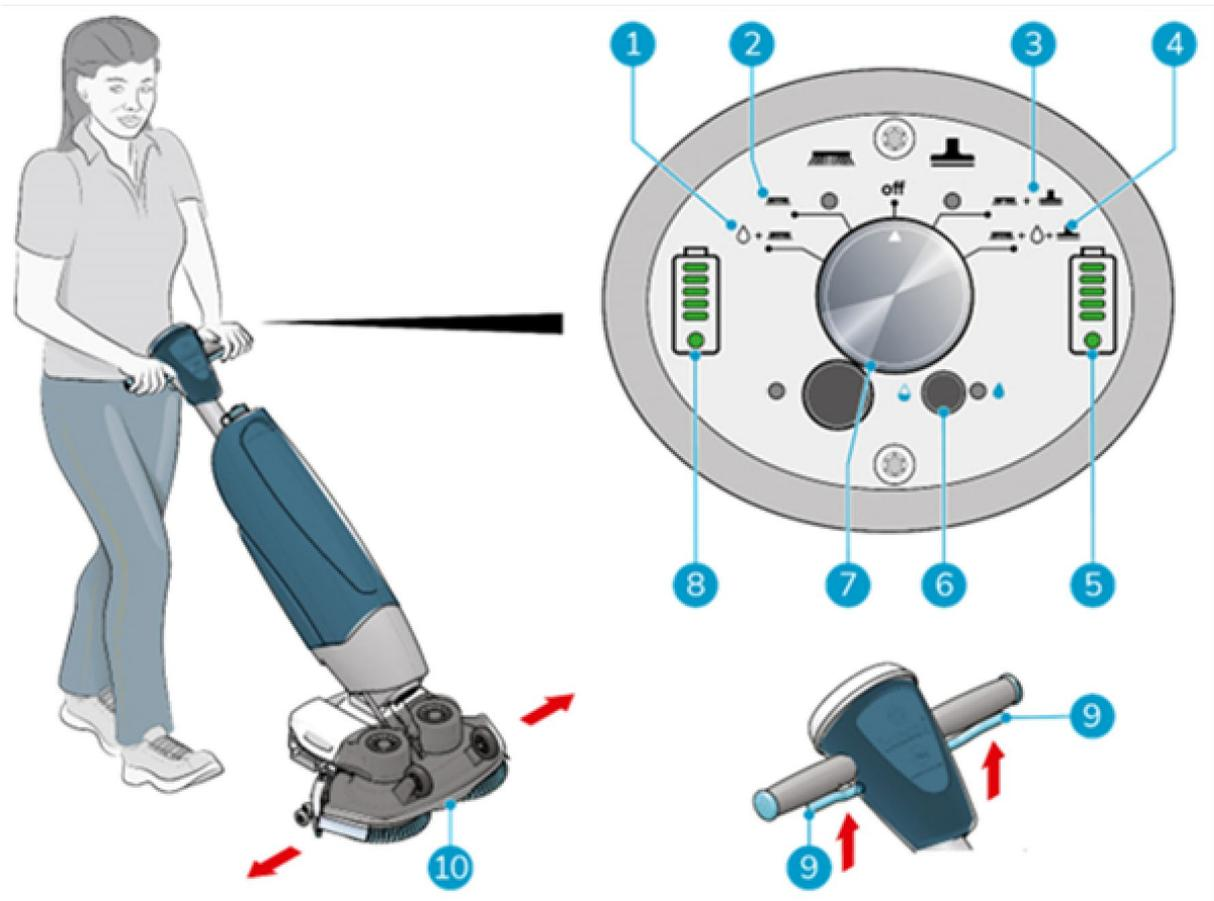

Figure 18
4. Placez-vous derrière l'i-mop® XL. Sélectionnez le mode de nettoyage souhaité en tournant le bouton de commande. (figure 18, pos 7.)
MODE 1 : Brosse + eau/solution de nettoyage (figure 18, pos 1).
MODE 2 : Brosse uniquement (figure 18, pos 2).
MODE 3 : Brosse + aspirateur (figure 18, pos 3).
MODE 4 : Brosse + eau/solution de nettoyage + aspirateur (figure 18, pos 4).
8. Dirigez en tournant doucement la poignée vers la gauche ou la droite pour déplacer le plateau de lavage (Figure 18, pos 10).
9. Relâcher la gâchette (Figure 18, pos 9) arrêtera immédiatement l'i-mop® XL. Le moteur d'aspiration s'arrête après 3 secondes.